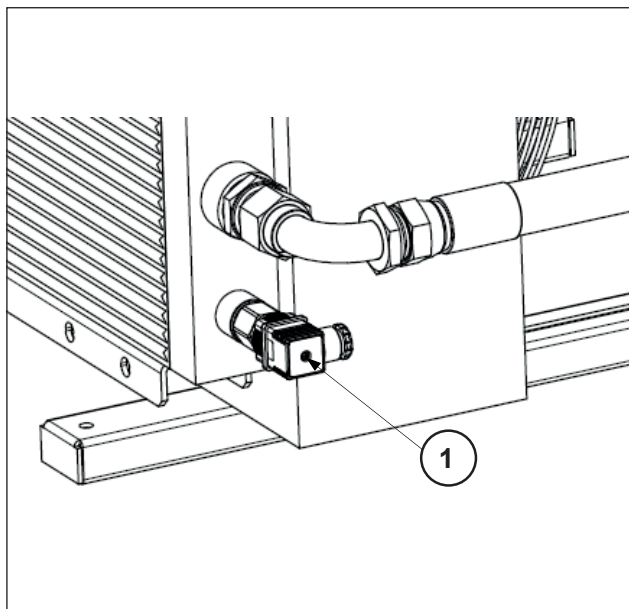

Fig. 16
3. Collegare quindi il secondo tubo mediante la curva a 90° al raccordo posizionato in uscita dello scambiatore, situato sul lato opposto in alto dello stesso (vedi Fig. 16). Serrare a coppia di 80 Nm.
Lo scambiatore è provvisto di termostato che si attiva a 50°C e comanda l'intervento della ventola (pos.1 Fig. 16)